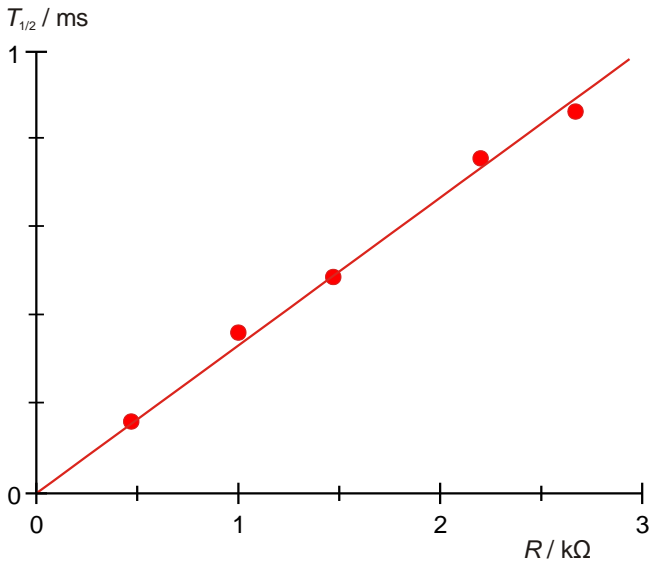

Fig. 5: Meia-vida $T_{1/2}$ em dependência da resistência R .
- Aplicar as meias-vidas $T_{1/2}$ da Tab. 3 contra as resistências ôhmicas R em um diagrama e adaptar uma reta de origem (Fig. 5).
- Para a comprovação da equação (3), determinar a capacidade C a partir da inclinação da reta m_C .
- Aplicar as meias-vidas $T_{1/2}$ da Tab. 5 contra os produtos $R \cdot C$ em um diagrama e adaptar uma reta de origem (Fig. 5).
- Para a comprovação da equação (3), determinar o fator de proporcionalidade $\ln 2$ a partir da inclinação da reta m .